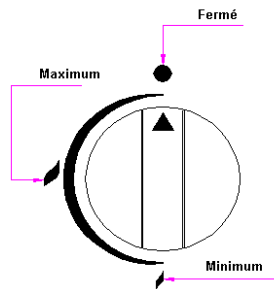

Fig. 3
- c) Premere il comando del bruciatore scelto e un quarto di giro in senso antiorario fino a raggiunge la posizione massima (Fig. 3)
- e) Per il bruciatore al minimo girare in senso orario senza tenere premuto dalla posizione di massimo a quella di minimo. (Fig.3)